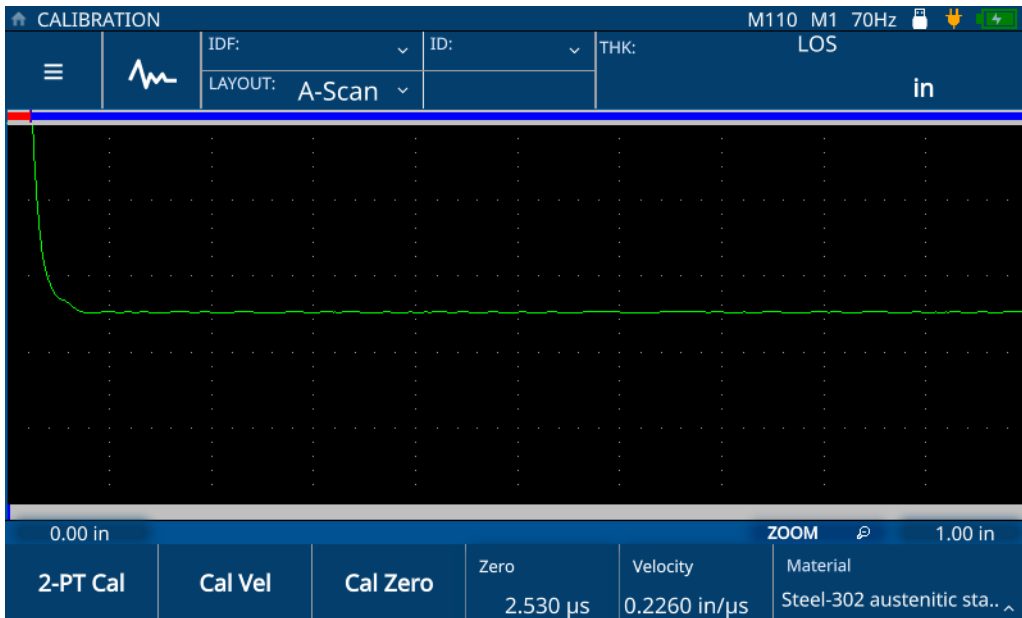

Figura 5-1 Menu Calibration (Calibração)
2. Pressione a tecla **CAL** para abrir o menu Calibration (Calibração) (consulte Figura 5-1 na página 40).